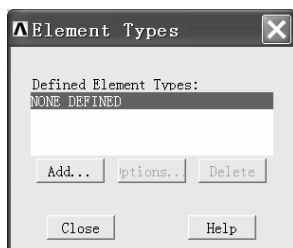
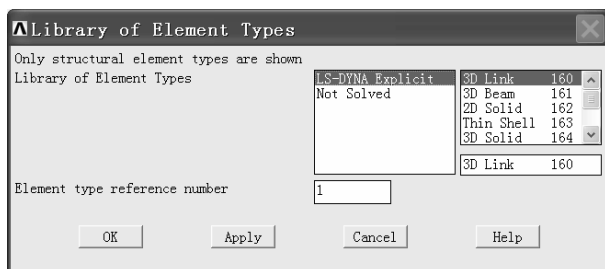

图 3-77 “Element Types”窗口
图 3-78 “Library of Element Types”窗口
(1) 打开 ANSYS LS-DYNA 操作界面。
(2) 依次选择 Utility Menu>PlotCtrls>Style>Colors>Reverse Video，将背景变为白色。
(3) 依次选择 Main Menu>Preprocessor>Element Type>Add/Edit/Delete，弹出“Element Types”窗口（见图 3-77）。单击该窗口上的“Add...”按钮，弹出“Library of Element Types”窗口（见图 3-78），选中“Library of Element Types”窗口中右边方框内的“Thin Shell 163”，然后单击“Apply”按钮，继续选中“Library of Element Types”窗口中右侧方框内的“3D Mass 166”，然后单击“OK”按钮返回到“Element Types”窗口。